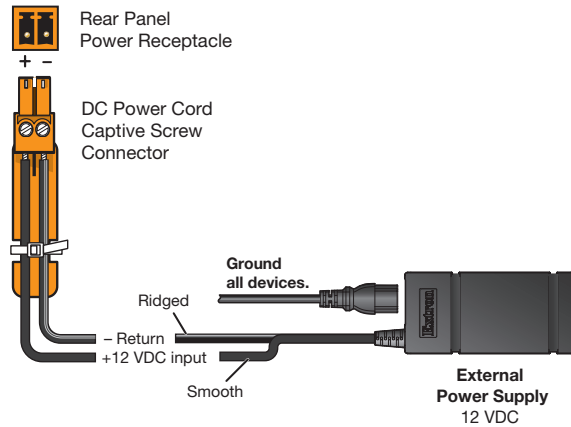

Figure 6. Rear Panel 12 VDC Power Connector
6. **Connect power cords.** Wire the RAC 104 power connector as shown in figure 6 on page 5.
- Power supply voltage polarity is critical. Incorrect voltage polarity can damage the power supply and the unit. The ridges on the side of the cord (see figure 6) identify the power cord negative lead.
- La polarité de la source d'alimentation est primordiale. Une polarité incorrecte pourrait endommager la source d'alimentation et l'unité. Les stries sur le côté du cordon (voir figure 6) permettent de repérer le pôle négatif du cordon d'alimentation.